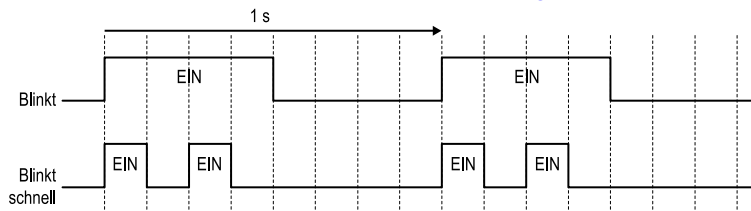

Abbildung 2.5 LED-Blinkzustände
*1 Den Unterschied zwischen Blinken und schnellem Blinken können Sie Abbildung 2.5 entnehmen.